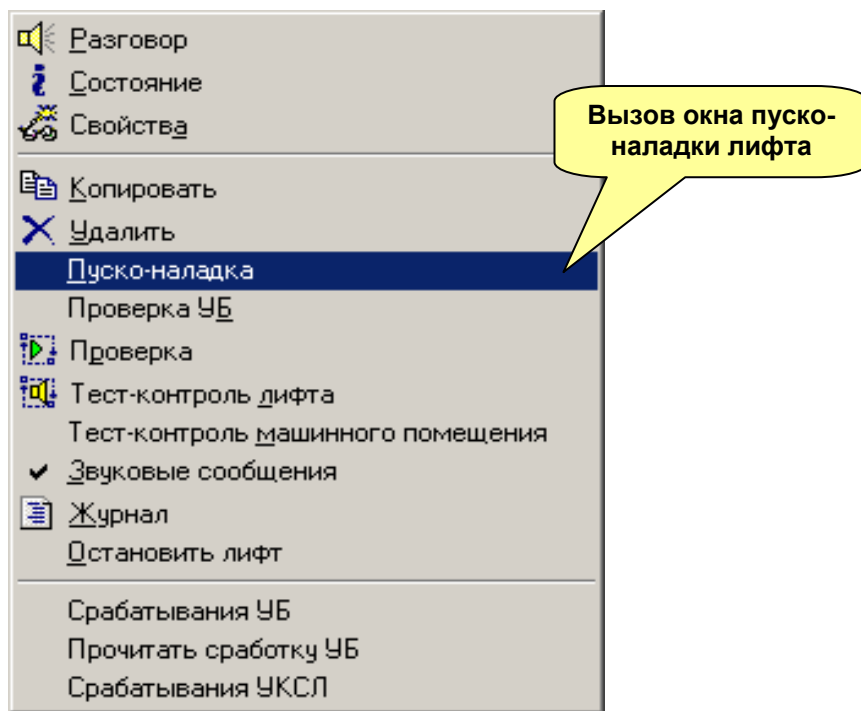

Рисунок 7 - Меню лифта на карте
2. В появившемся окне (см. рисунок 7) щелкнуть левой кнопкой мышки по строке «Пуско-наладка»:
2. В появившемся окне (см. рисунок 7) щелкнуть левой кнопкой мышки по строке «Пусконаладка».